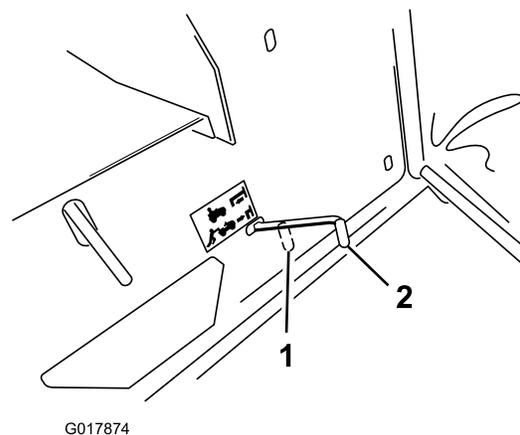

Figura 13
Nota: Esto desengrana el sistema de tracción y permite que las ruedas giren libremente.(Figura 13).
2. Ponga el control de tracción en la posición de Funcionamiento (Figura 13) para engranar el sistema de tracción.